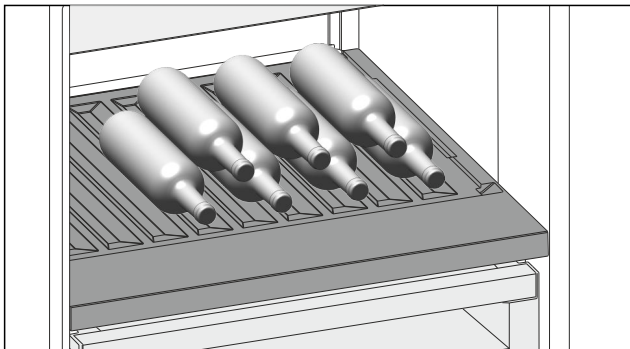

Fig. 134 Примерное изображение
- ▶ Бутылки укладывают дном к задней стенке. (см. Fig. 134)